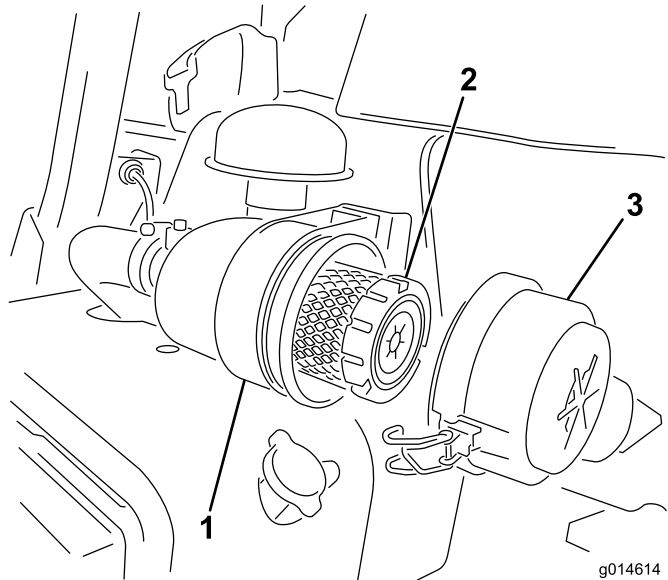

图44
1. 松开将空气滤清器盖固定到空气滤清器壳体上的闩锁（图44）。
6. 固定闩锁（图44）。